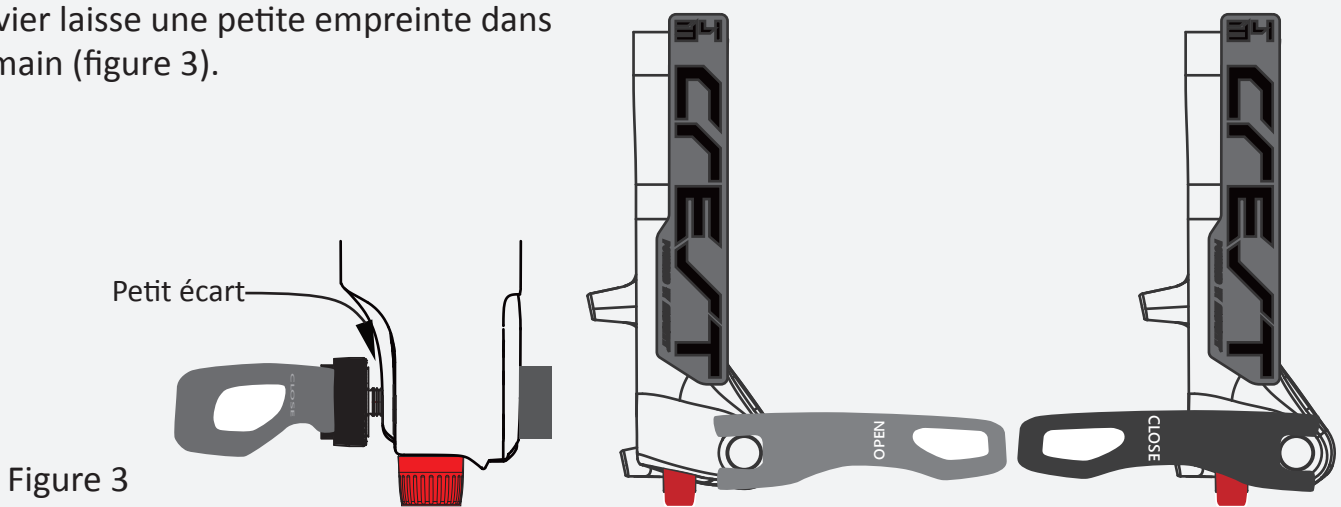

Figure 3
3. Serrez l'axe traversant dans le sens horaire jusqu'à ce qu'il y ait un petit espace entre la tête et la patte de fourche de sorte qu'elle soit dans une position horizontale dirigée vers l'avant. Le levier doit se fermer doucement et fermement. Vous ne devez pas le forcer pour le fermer. La tension est suffisante si le levier laisse une petite empreinte dans votre main (figure 3).